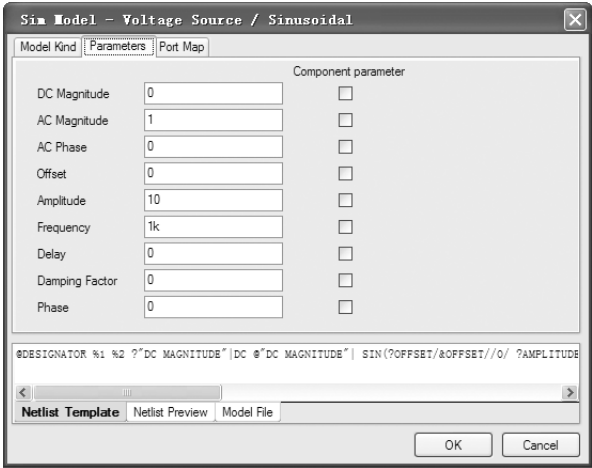

图 12-28 仿真属性对话框
1) 设置正弦电压源的仿真参数。在电路仿真原理图中，双击某一电压源，弹出该电压源的属性设置对话框，在对话框的“Models”（模型）栏中，双击“Simulation”（仿真）属性，弹出仿真属性对话框，在该对话框的“Amplitude”（幅值）文本栏中输入幅值为“10”，如图 12-28 所示。